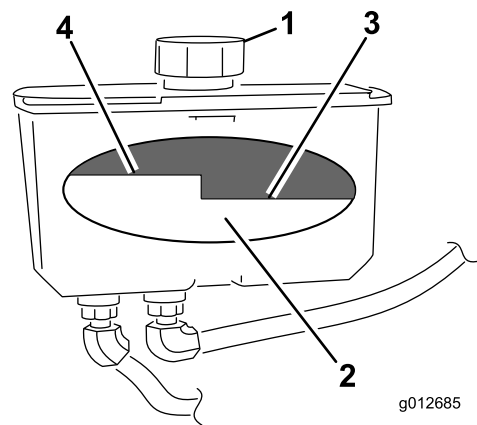

Figura 72
4. Limpie alrededor del cuello de llenado y el tapón del depósito de aceite hidráulico (Figura 72).
5. Retire el tapón del cuello de llenado. Mire dentro para comprobar el nivel de aceite en el depósito. (Figura 72).
- Nota:** El nivel de aceite debe llegar a la parte superior del nivel caliente del tabique cuando el aceite está caliente (Figura 72).